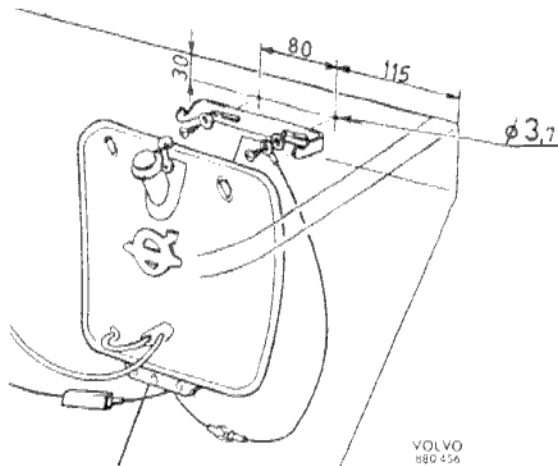

Bild 2 Fig. 2 Abb. 2
4. Märk upp och borra hålen (Ø 3,7) för spolaggregatet enligt bild 2. Borra hålen ifrån reservhjulutrymmet!
4. Mark up and drill the holes (Ø 3.7 mm = 9/64") for the washer unit as shown in Fig. 2. Drill the holes from the spare wheel space.
4. Bohrstellen ankönnen und gemäß Abb. 2 Löcher von Ø 3,7 mm zur Befestigung des Spülaggregates ausbohren. Die Löcher werden vom Gepäckraum aus gebohrt.